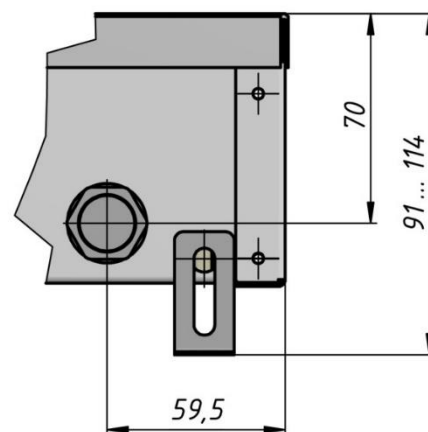

Рис. 2. Расположение кабельного ввода.
- высота: 91 ... 114 мм (регулируется уголками при монтаже, см. рис.2)
6. Произвести электромонтаж: открыть монтажную коробку, вынуть из коробки клеммник, пропустить подключающий кабель через кабельный ввод, находящийся на коробке (его положение отражено на рис.2), произвести монтаж (желто-зеленый провод – заземление), убрать клеммный блок в коробку. Плотнo закрыть крышку монтажной коробки. Подключение рекомендуется выполнять гибким медным проводом сечением не менее $1,5 \text{ мм}^2$. Проводку необходимо укладывать в коробах или кабель-каналах.